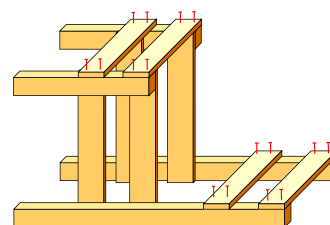

図 3 脚とまく板・背板の接合
3. 脚に、③まく板、⑤背板を接着剤及び釘で接合する（図 3）。